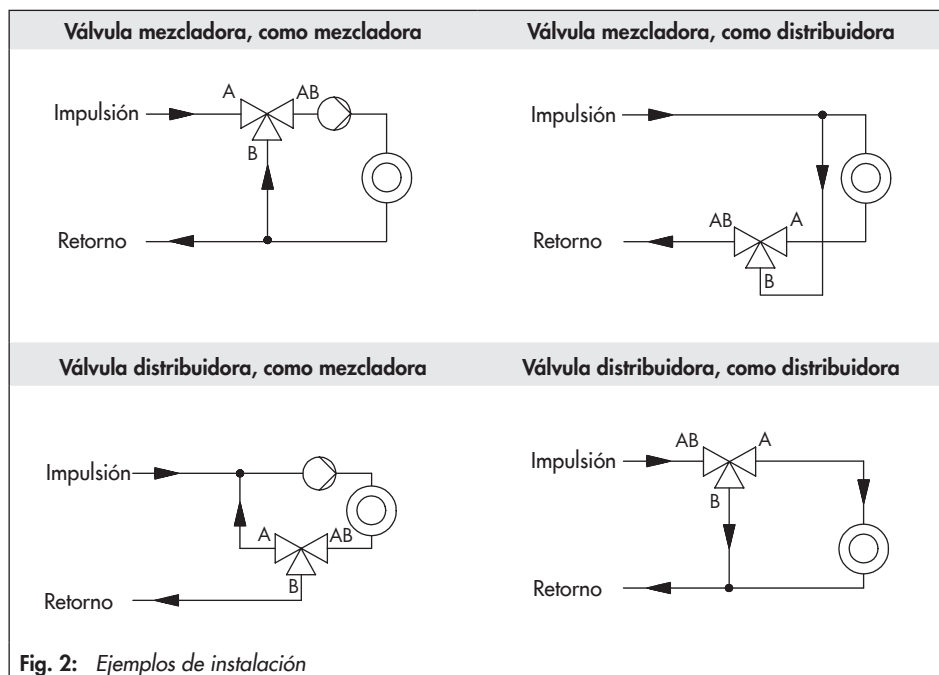

Fig. 2: Ejemplos de instalación
- Comprobar que las tuberías se han conectado correctamente en las conexiones **A, B y AB** (fig. 2).